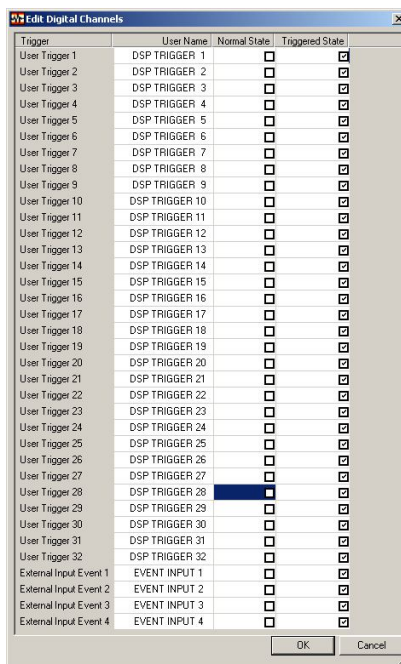

Рисунок 27
– **Digital Channels** (цифровые каналы) – предназначены, для передачи по цифровым каналам, вместе с данными фазового вектора, информации о конкретной уставке DSP. Внешний вид диалогового окна **Digital Channels** (цифровые каналы) показан на рисунке рисунок 27